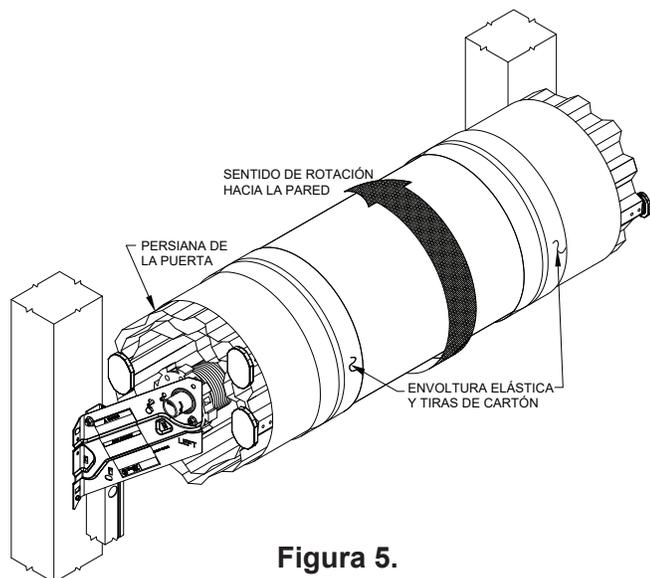

Figura 5.
6.1 El (los) resorte(s) de la puerta tendrán $\frac{1}{4}$ de vuelta de tensión tras haber completado el Paso 5. Gire la cantidad de vueltas que se indica en la Figura 5, en el sentido indicado. Es posible que deba llevarse a cabo un ajuste de precisión para equilibrar la puerta.